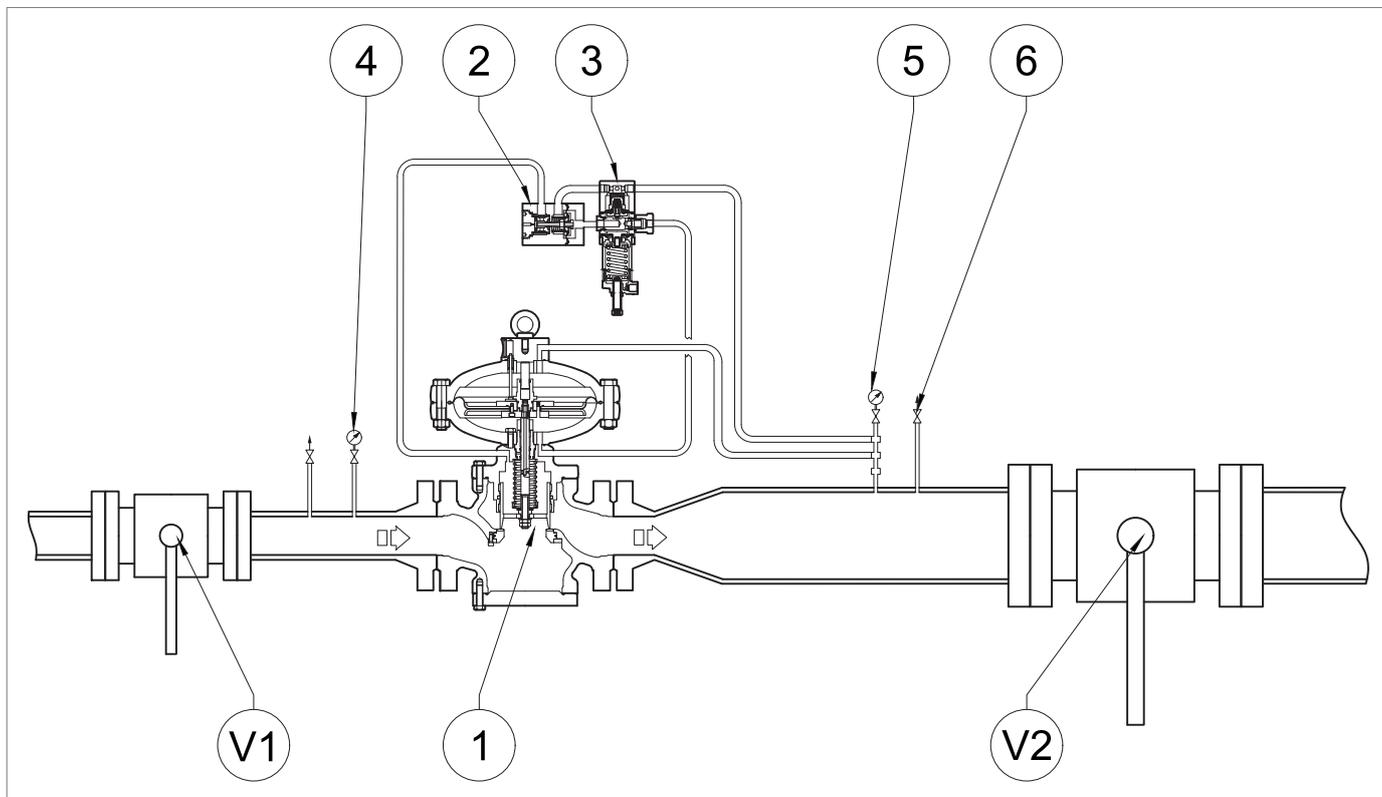

Рис. 8.29. Запуск в эксплуатацию регулятора
1	<p>Увеличьте давление на выходе до значения отсечки, поворачивая регулировочный винт (10) на пилоте (2) главного регулятора (1), чтобы проверить правильность настройки.</p> <p>! ВАЖНАЯ ИНФОРМАЦИЯ!</p> <p>Проверьте давление по манометру (Рис. 8.29, арт. 5), расположенному ниже по потоку от главного регулятора.</p> <p>Если отсекающий клапан:</p> <ul style="list-style-type: none"> • срабатывает до предусмотренного значения давления: завинтить (по часовой стрелке) регулирующее кольцо (13), чтобы больше сжать пружину (11); • не срабатывает на предусмотренном значении давления: отвинтить (против часовой стрелки) регулирующее кольцо (13), чтобы сработала пружина (11).
2	Уменьшить давление в нижней части, открыв сливной кран (Рис. 8.29, дет. 6), чтобы довести его до калибровочного значения основного регулятора.